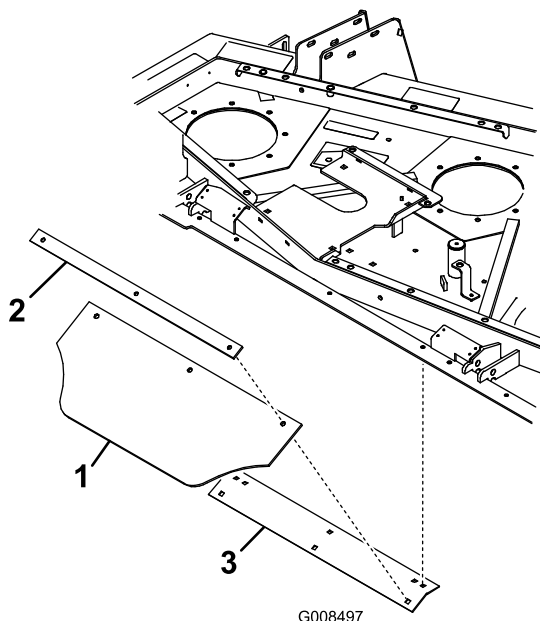

Figura 6
11. La falda centrale lunga 635 mm, il nastro e l'angolo centrali sono premontati in stabilimento (Figura 6).
12. Montate il gruppo sulla parte posteriore dell'apparato di taglio con (3) bulloni a testa tonda da 5/16 x 1-1/4 pollici e dadi flangiati (Figura 6).